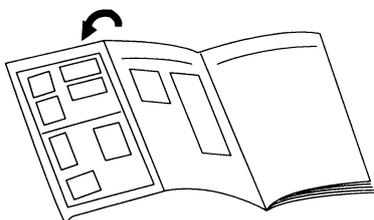

Fig. 5 Пульт дистанционного управления
- Чтобы отключить режим тестовой эксплуатации нажмите кнопку START/STOP (Fig. 5 ㉓), чтобы остановить кондиционер.
- Если нажать кнопку TEST RUN (Fig. 5 ㉓) во время работы режима охлаждения, прибор перейдет в режим принудительного охлаждения, и помещения будет охлаждаться, независимо от настройки термостата.